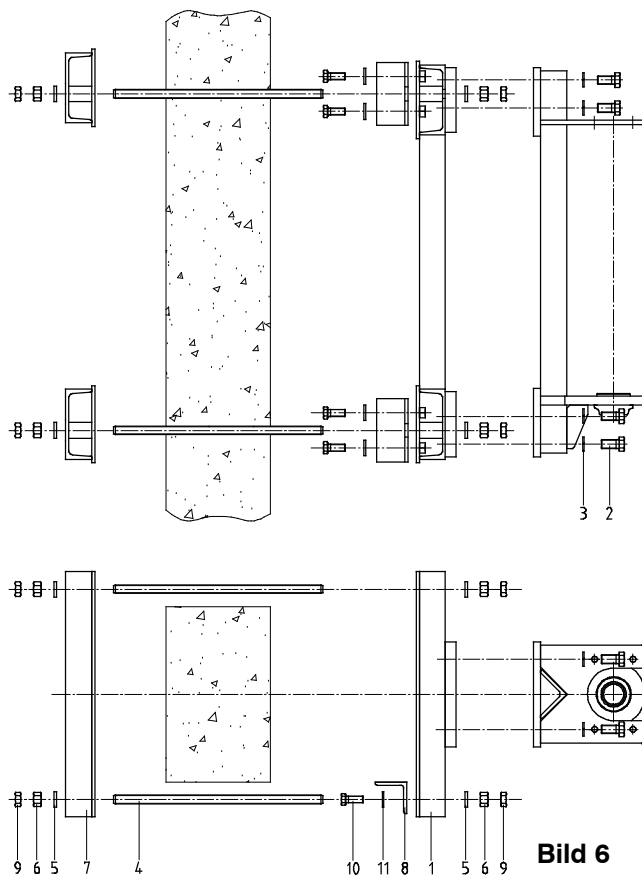

Bild 6
1. Die Wandkonsole an der Umklammerungskonsole (1) verschrauben. Dies erfolgt gemäß Bild 6 mit den beiliegenden Schrauben (2) und Scheiben (3).
2. Nun diese Einheit mit Gewindestangen (4), Scheiben (5), Muttern (6) sowie den Gegenriegeln (7) an der Stütze anbringen. Jedoch noch nicht endgültig festziehen!